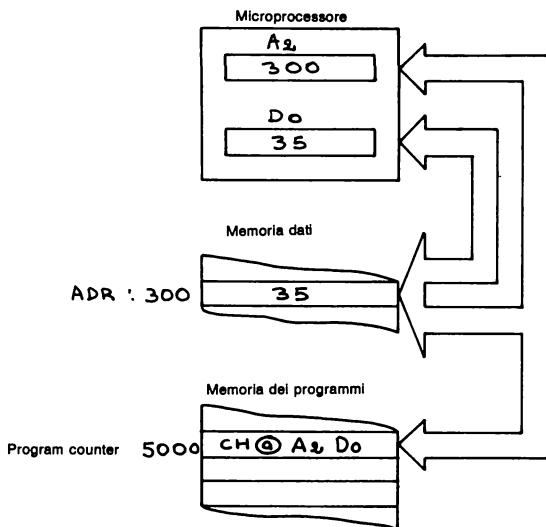

Figura 2 - Indirizzamento indiretto tramite registri.
La figura 2 illustra questo principio. Un registro di indirizzo, per esempio A_2 , è caricato con l'indirizzo della zona da consultare (corrispondente a un capitolo), ad esempio 300 nel caso della figura 2. Il registro D0 è caricato con il contenuto della locazione di memoria (35) puntata da A_2 (indirizzo 300). L'istruzione eseguita è LD a A_2 D0, che significa: carica indirettamente il registro D0 con il contenuto della locazione di memoria puntata da A_2 .